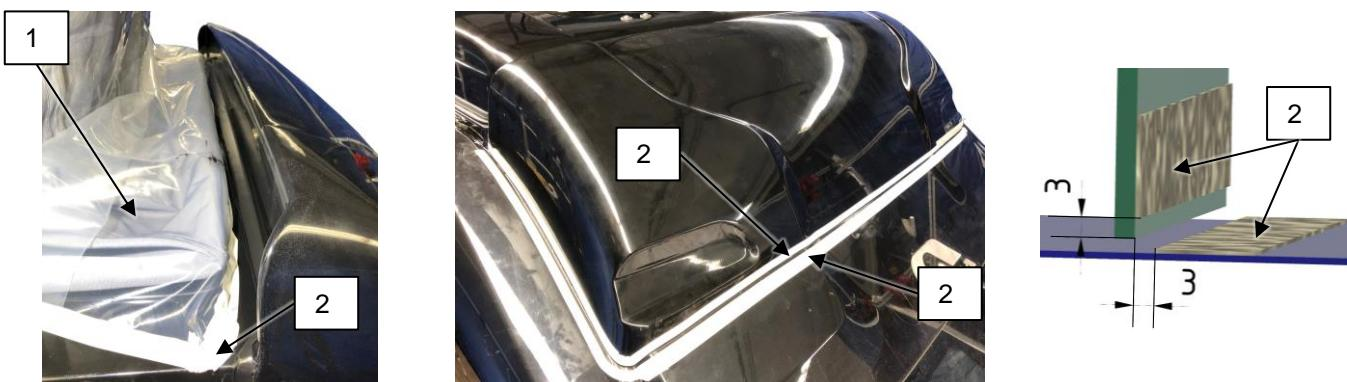

Abb. 5-1: Abkleben der Dichtnaht / Masking of the sealing seams [G0001642]
- Der Zeltbalg sollte durch Folie (s. Abb. 5-1, 1) und Klebeband (2) geschützt werden
- Am Frontspoiler sollte die Dichtnaht abgeklebt werden: Hierzu das Klebeband (2) mit einem Abstand von min. 3 mm zu dem Spalt auf dem Frontspoiler und dem Fahrzeughochdach anbringen
- The canvas should be protected by foil (see Abb. 5-1, 1) and adhesive tape (2)